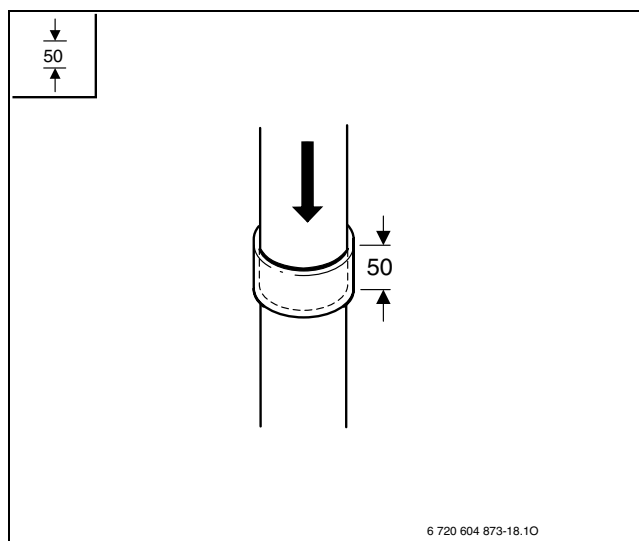

Fig. 2
- ▶ Kiturile pentru evacuarea gazelor arse se introduc până la opritor (în acest caz: adâncime de introducere 50 mm), (Fig. 2).